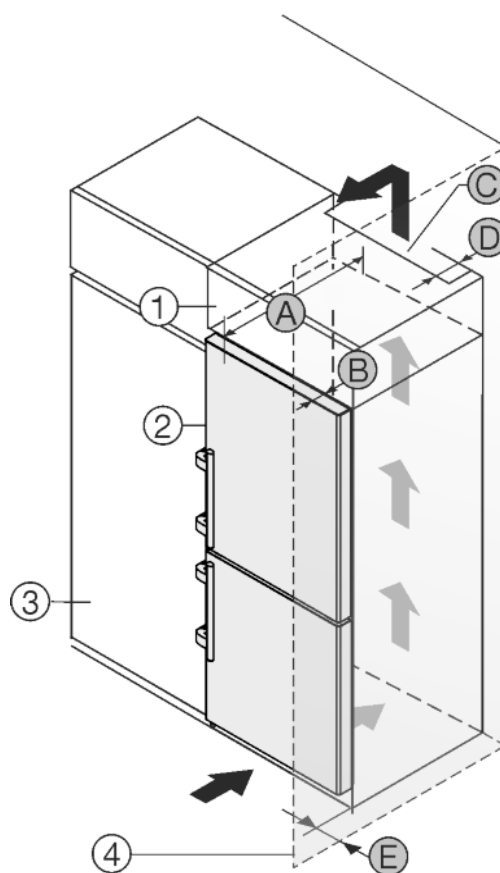

Fig. 26
Aparatul poate fi refăcut cu dulapuri de bucătărie. Pentru a aduce aparatul Fig. 26 (2) la același nivel cu mobilierul de bucătărie, se poate monta deasupra aparatului un dulap suspendat Fig. 26 (1).
Aparatul poate fi amplasat direct lângă dulapul de bucătărie Fig. 26 (3). Pentru a putea deschide complet ușa, aparatul trebuie să fie proeminent cu cel puțin grosimea Fig. 26 (B) față de suprafața frontală a dulapului de bucătărie. În funcție de grosimea dulapurilor de bucătărie și de utilizarea distanțierilor de perete, aparatul poate ieși mai mult în afară.
- În partea din spate a dulapului suspendat trebuie să existe o fantă de aerisire cu grosimea Fig. 26 (D) pe toată lățimea dulapului suspendat.
- Sub plafonul incintei trebuie să fie păstrată o secțiune de ventilare Fig. 26 (C).
Atunci când aparatul este montat cu balamalele lângă un perete Fig. 26 (4), trebuie să fie păstrată distanța Fig. 26 (E) între aparat și perete. Această valoare corespunde proeminenței mânerului cu ușa deschisă.